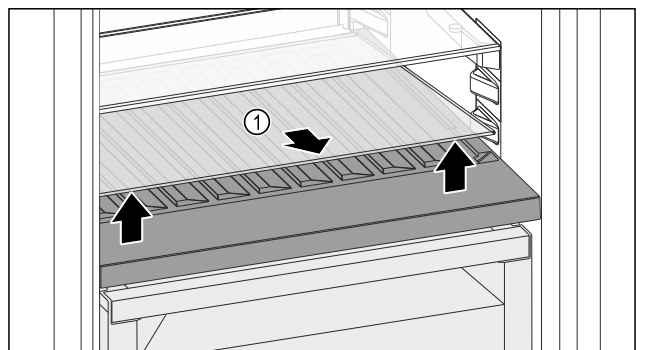

Fig. 140
- ▶ 抬起前部槽上的玻璃隔板 Fig. 140 (1) 并取出。
- ▶ 将玻璃隔板 Fig. 140 (1) 稳妥地放在冰箱外。